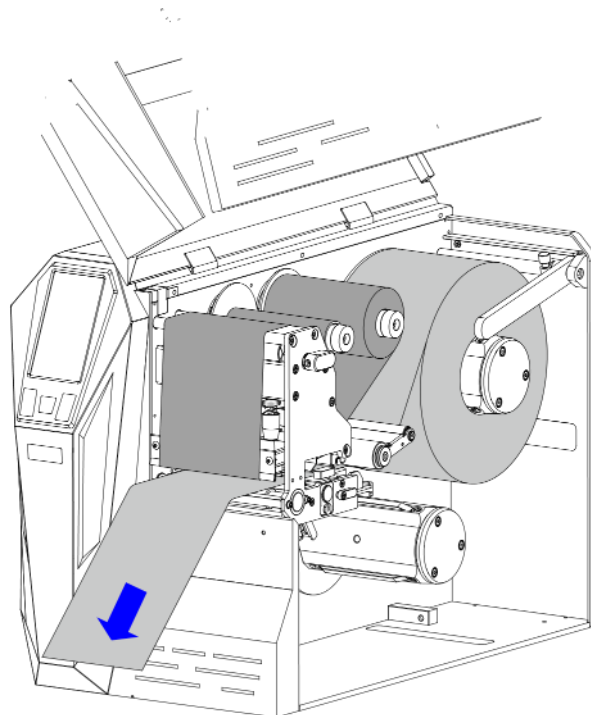

Рисунок 2-29 Вытягивание носителя
8. Вытянутого из принтера носитель длиной примерно 400 мм. Снимите лицевую этикетку (этикетки) с вытянутого носителя, оставив только подложку. Как показано на рис. 2-29.